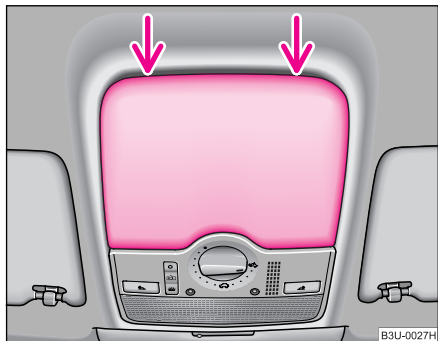

Fig. 32 Plafonul: Punct de amplasare a șurubelniței
- Așezați o șurubelniță (trusa de scule) cu capătul plat în partea din spate a capacului ♥ fig. 32.